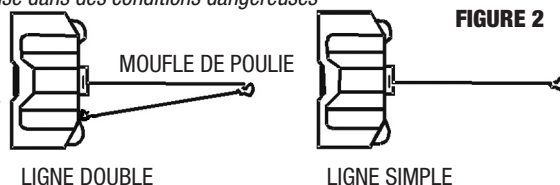

FIGURE 2
- 3. USE A PULLEY BLOCK FOR HEAVY LOADS.** To maximize Winch and wire rope life, use a pulley block (not included) to double line heavier loads. (**See FIGURE 2**) (See www.keeperwinches.com for part number **KWA14512**) Always use a pulley block that is rated twice the capacity of the winch.
D'EFFECTUER DES TRACTIVE PROLONGÉES DE CHARGES LOURDES ! Toute surcharge peut endommager le treuil et/ou le câble métallique et créer des conditions d'exploitation dangereuses. **POUR LES CHARGES DÉPASSANT 75 % DE LA CAPACITÉ NOMINALE DU TREUIL, NOUS RECOMMANDONS D'UTILISER UN MOUFLE DE POULIE (non compris) POUR DOUBLER LE CÂBLE MÉTALLIQUE.** (FIGURE 2). Cela réduit la charge du treuil, la contrainte exercée sur le câble métallique et le système électrique.
- 3. UTILISEZ UN MOUFLE DE POULIE POUR LES CHARGES LOURDES.** Pour obtenir la durée de service maximale du treuil et du câble métallique, utilisez un moufle de poulie (non compris) pour doubler la ligne avec les charges lourdes. (**Voir la FIGURE 2.**) (Voir www.keeperwinches.com relativement au modèle ayant le numéro de référence **KWA14512.**) Utilisez toujours un moufle de poulie ayant une capacité nominale double de la capacité du treuil.